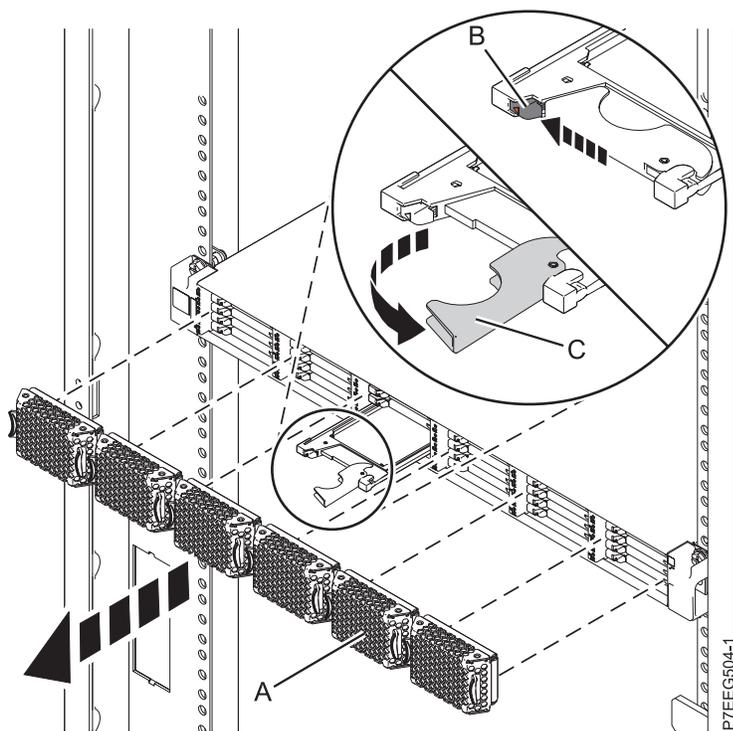

Figura 30. Extracción de la unidad de estado sólido de Alojamiento de almacenamiento PCIe de EDR1
- Retire la placa frontal (A) que cubre la ranura que contiene la unidad de estado sólido.
2. Deslice suavemente el pestillo de liberación (B) por encima para desbloquear el asa de la unidad. Consulte Figura 30.
4. Cuando parpadee el LED de identificación de la unidad de estado sólido, agarre el asa (C) y saque parcialmente la unidad de la ranura.